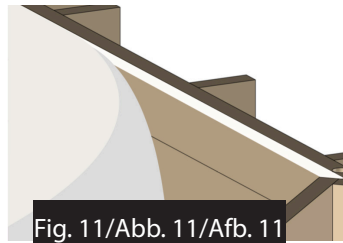

Fig. 11/Abb. 11/Afb. 11
• Entrollen Sie die Decke und richten Sie sie am oberen Rand der oberen Bretter aus (Abb. 11).